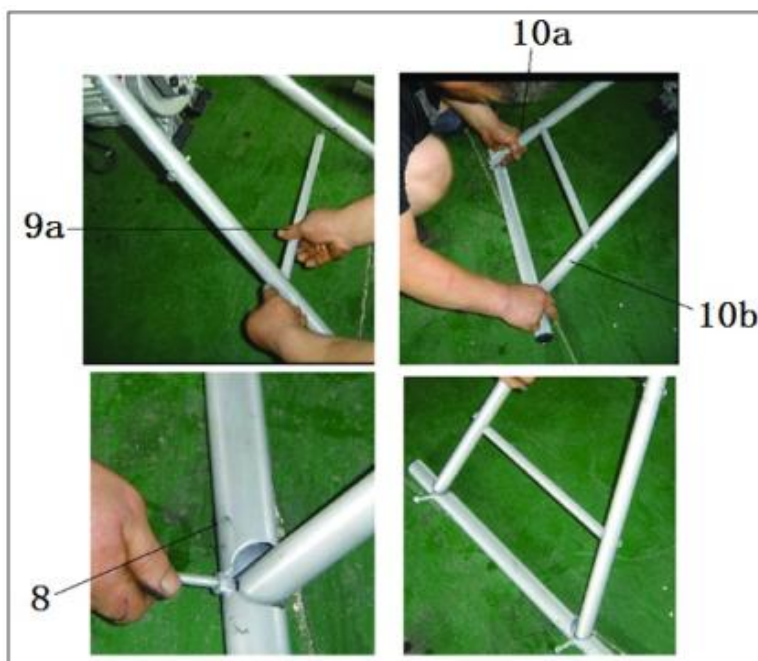

fig.3
b) Raccordez l'arbre horizontal (9a) au support avant (10a et 10b) avec des vis, puis assemblez le pied horizontal (8) et fixez-le au support avant (10a et 10b) à l'aide de vis (fig.3).